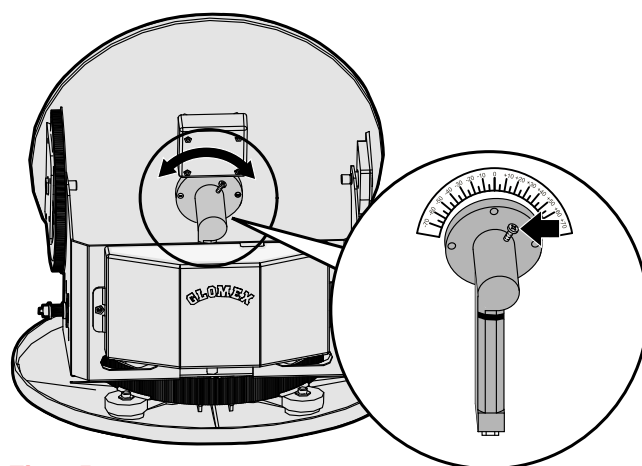

Fig. 25
- Die Schraube, die den LNB an der Scheibe befestigt (siehe **Fig. 25**), lockern. Die Scheibe von Hand bewegen, auf der Suche nach dem Parameter der Signalqualität des benutzten Digiteempfängers als Bezug für eine korrekte